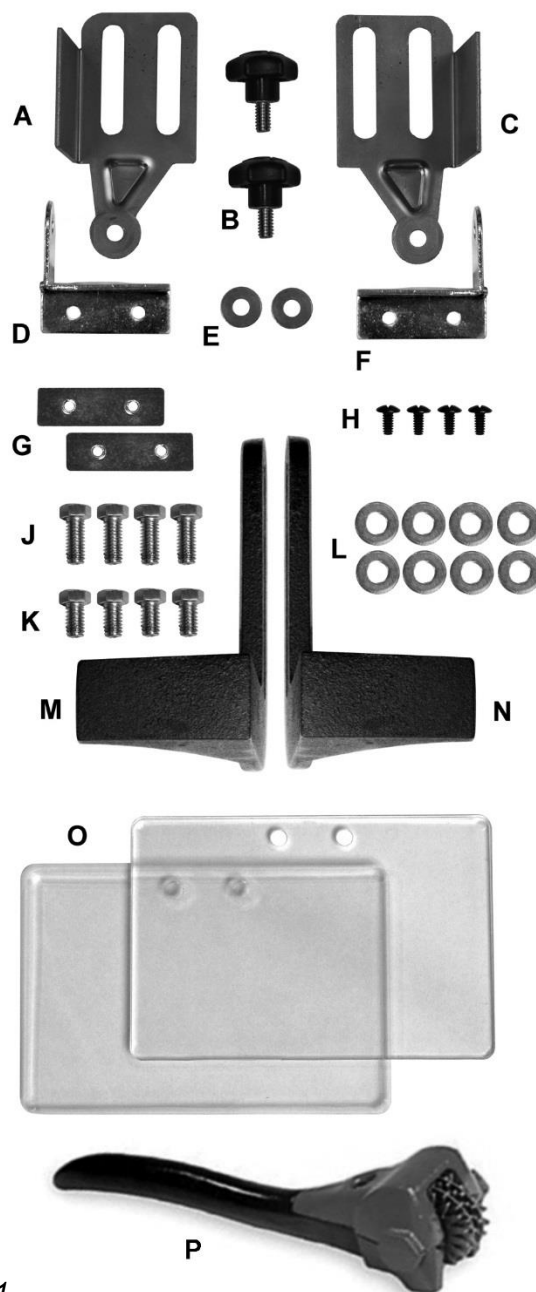

Рис.1
- 1 шт Искровая защита – Левая (А, рис.1)
- 2 шт Фиксирующая рукоятка (В, рис.1)
- 1 шт Искровая защита – Правая (С, рис.1)
- 1 шт Кронштейн защитного экрана – Лев.(D, рис.1)
- 2 шт Плоская шайба, 1/4" (Е, рис.1)
- 1 шт Кронштейн защитного экрана–Прав. (F, рис.1)
- 2 шт Пластина защитного экрана (G, рис.1)
- 4 шт Винт со сферической головкой, 3/16 x 1/2" (H, рис.1)
- 4 шт Болт, 3/8 x 3/4" (J, рис.1)
- 4 шт Болт, 3/8 x 1/2" (K, рис.1)
- 8 шт Плоская шайба 3/8" (L, рис.1)
- 1 шт Подручник – Левый (M, рис.1)
- 1 шт Подручник – Правый (N, рис.1)
- 2 шт Защитный экран (O, рис.1)
- 1 шт Устройство правки абразивного круга (P, рис.1)